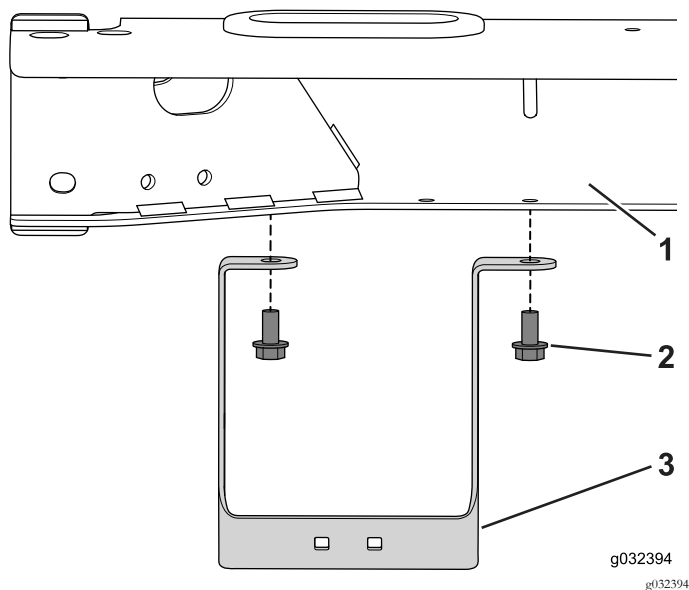

Figura 27
1. Utilize os dois parafusos (5/16 pol. x 5/8 pol.) para instalar o suporte dos tubos na estrutura (Figura 27).